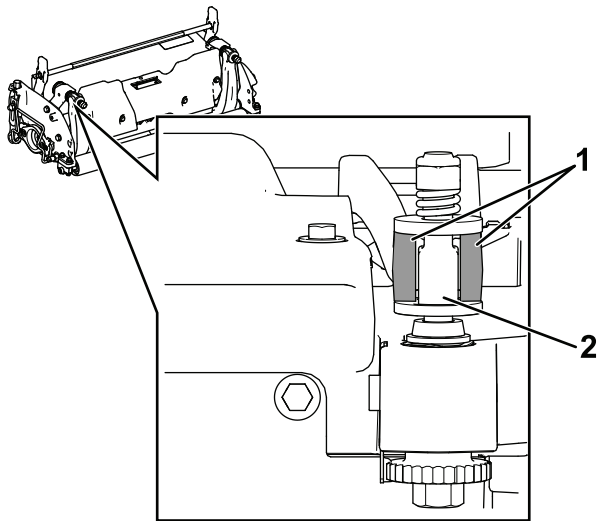

图 16
1. 安装底刀架将安装吊耳固定在垫圈与底刀架调节螺丝之间图 16。
重要事项 将 DPA 调节器置于底刀架吊耳的中央如图 16 所示。